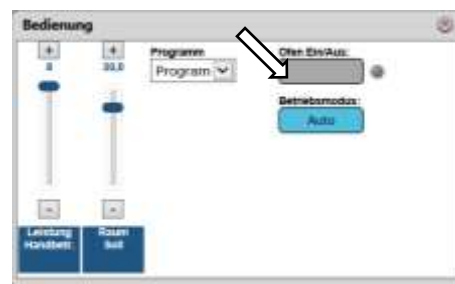

Abb. 7: Ein- und Ausschalten
1. Im Untermenü **Bedienung** (Abb. 7) die